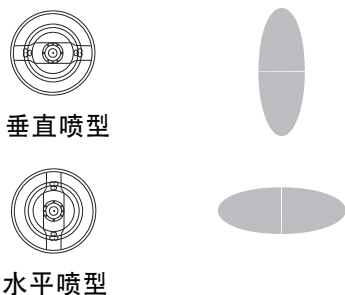

图 18. 空气帽的位置
3. 松开空气帽卡环，并旋转空气帽成垂直或水平喷型。参见图 18。